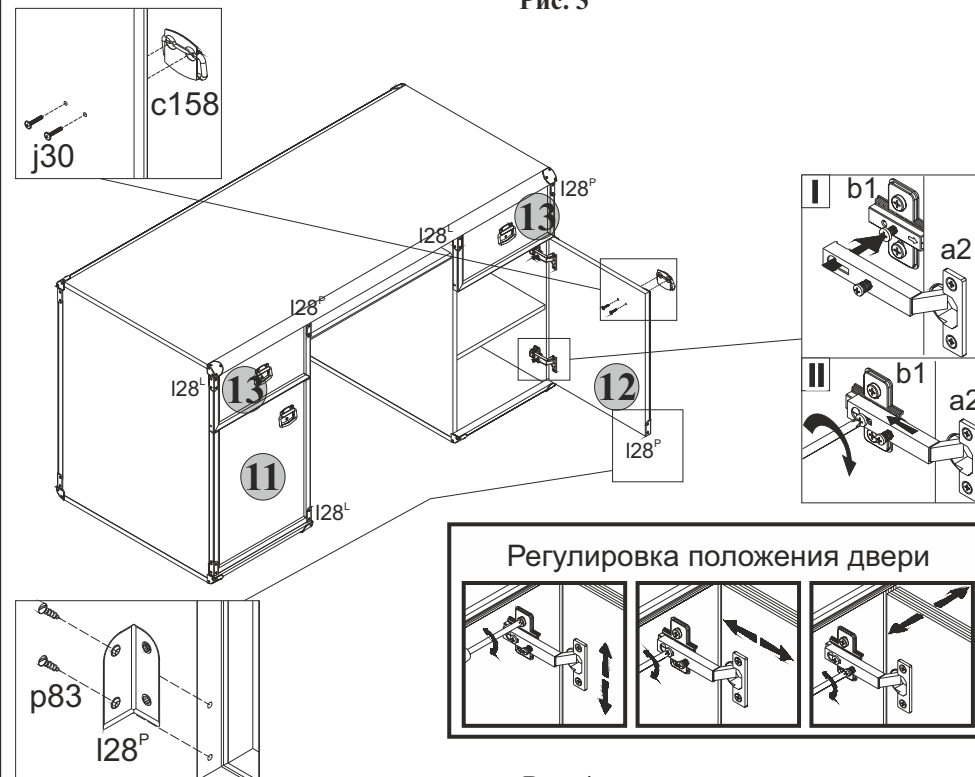

Рис. 4
- 5.33 Навесить двери на боковые стенки **1 и 2**, совместив петли шарнирные **a2** с направляющими петель **b1** (см.рис.4). При необходимости отрегулировать положение дверей, вращая регулировочные винты на петлях и направляющих петель.